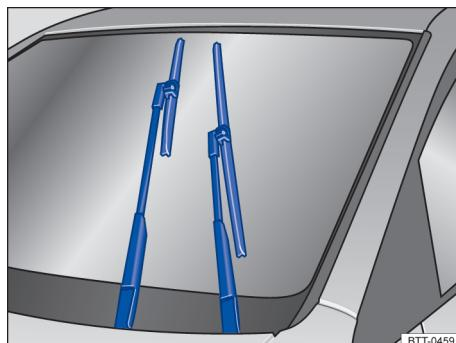

Fig. 107 Limpadores dos vidros na posição de serviço.
Na posição de serviço, os braços dos limpadores do para-brisa podem ser erguidos do para-brisa → **Fig. 107**. Para colocar os limpadores dos vidros na posição de serviço, proceder conforme a seguir:
- Pressionar a alavanca dos limpadores dos vidros brevemente para baixo → **Fig. 107** ④.